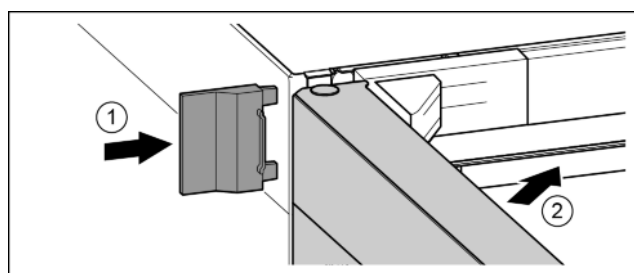

Fig. 24
▶ Надвинуть внешнюю крышку. Fig. 24 (1)
▶ Закрыть верхнюю дверь. Fig. 24 (2)